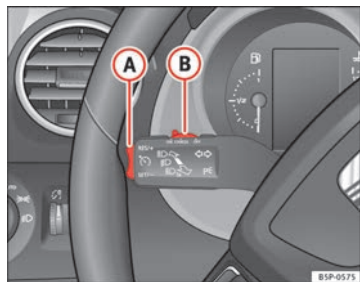

Fig. 154 Leva degli indicatori di direzione e degli abbaglianti: interruttore e tasto di comando del regolatore di velocità
- Quando il veicolo raggiunge la velocità che si desidera impostare, premere una volta sulla parte inferiore del tasto **SET/-** ⇒ fig. 154 **A**.